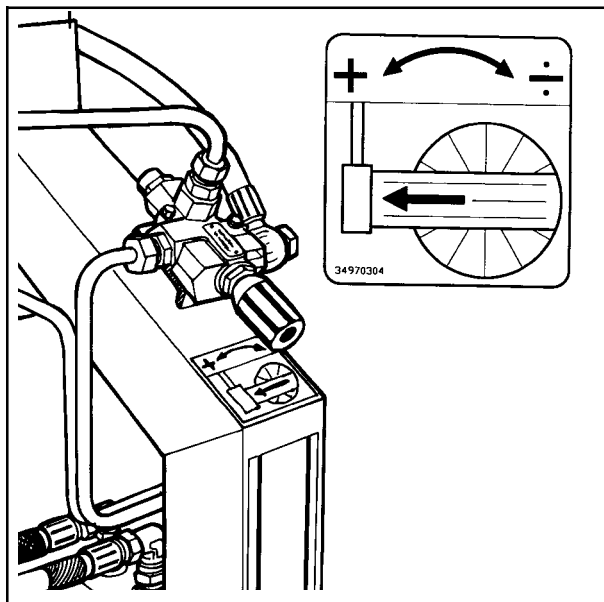

Fig. 8-1
8.2 La vanne placée sur le col, au dessus de l'entrée des conduits hydrauliques dans la machine, sert à régler la vitesse de rotation du bras (voir fig. 8-1).